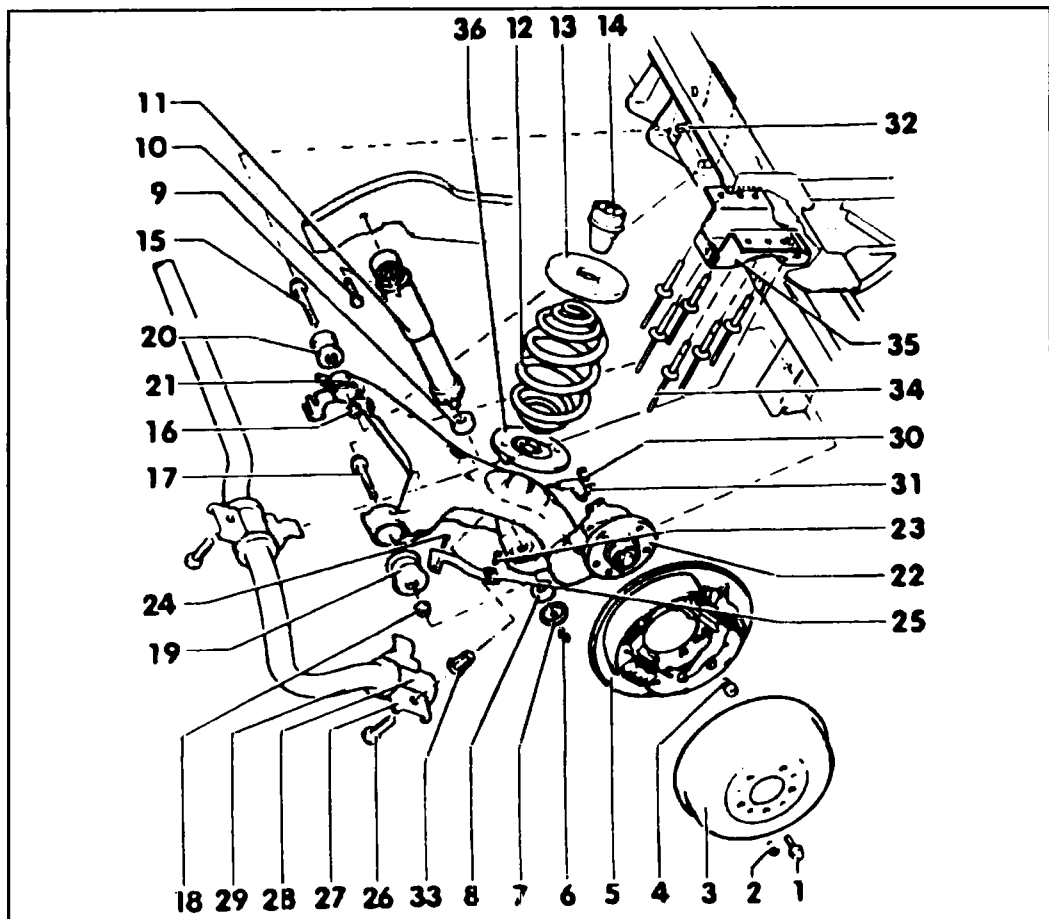
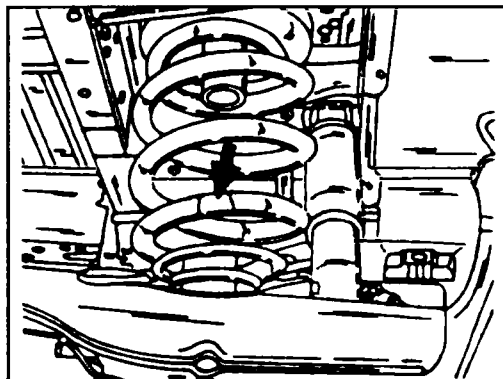

Рис. 7.27 Задняя подвеска колес- модели с барабанными тормозами
Рис. 7.32 Место маркировки пружины (см. по стрелке)
Конструкция подвески различна у автомобилей с барабанными и дисковыми тормозами (см. рис. 7.27 и 7.28).
На рис. 7.27 показаны продольный рычаг и винтовая пружина. Пружины помечены цветными полосками в зависимости от группы автомобиля. На рис. 7.32 показано место размещения этих меток. Их надо искать, глядя на пружины снизу автомобиля.
- ◆ Верхнюю тарелку пружины (12, рис. 7.27) установите так, чтобы конец пружины зафиксировался в выборке тарелки
- ◆ Поверните пружину так, чтобы маркировка пружины была снизу автомобиля (рис. 7.32).
Перед снятием продольного рычага необходимо пометить положение болта (15, рис. 7.27), так как в противном случае после установки будут необходимы измерение и регулировка геометрии задней подвески. Во время снятия продольного рычага необходимо воспользоваться рис. 7.27.
◆ Поверните головку болта (15) (см. рис. 7.27) в задней опоре рычага так, чтобы метка, нанесенный до снятия, встала напротив метки на кронштейне рычага.